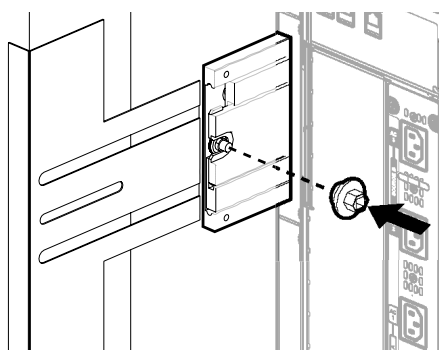

図 1-15 スライドの背面側でのロックナットの固定
1. スライド部品の背面側の植込みボルトにナットを固定します (図 1-15)。